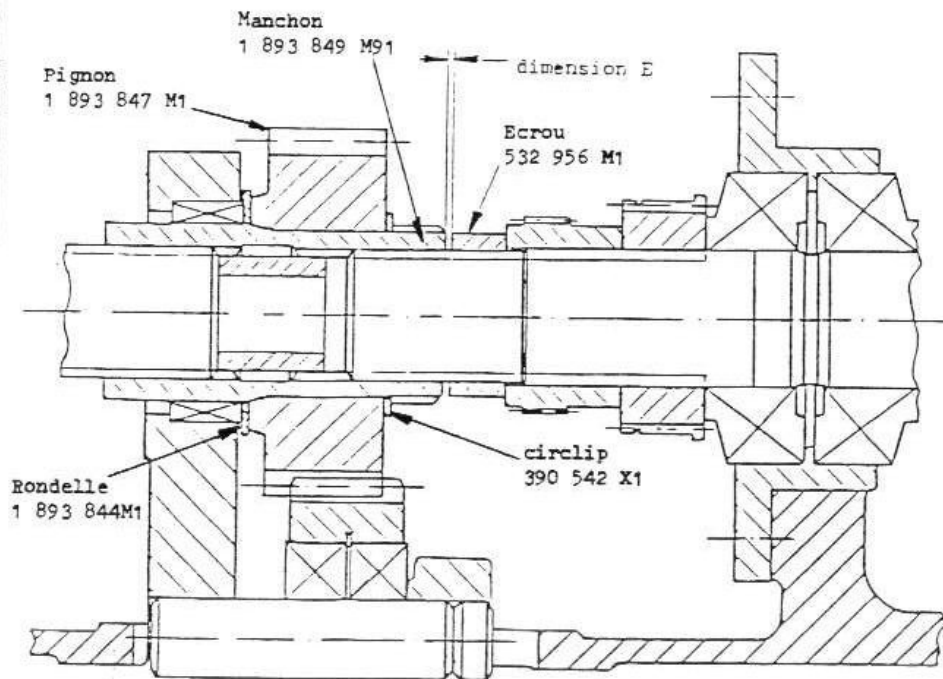

Fig. 11
- Pousser le pignon 1893847 M1 avec la rondelle 1893844 M1 en butée contre le roulement 1893879 M91. Dégager le manchon 1893849 M91 vers l'avant et mesurer la distance (E Fig. 11) afin de déterminer le nombre de cales à mettre en place à cet endroit. (Le manchon ne doit pas serrer).